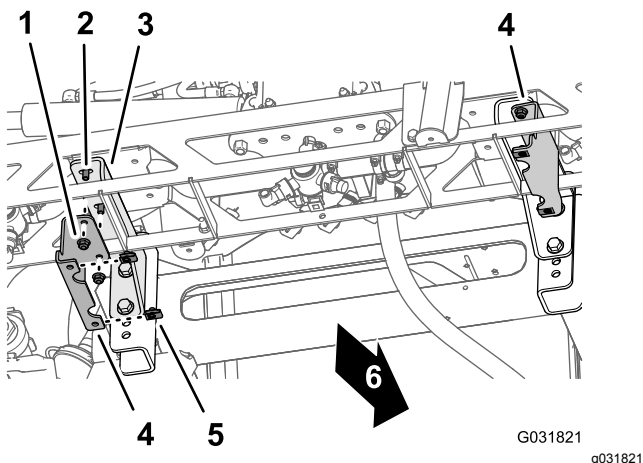

図 41
3. 左側カバーサポートブラケットをセンターブームの左側サポートブラケットに固定しているフランジロックナット3/8"2個を外し、カバーサポートブラケットを取り外す 図 41。
4. センターブームの左側サポートブラケットのフランジヘッドボルト3/8 x 1"2本に、フランジロックナット3/8"を取り付けて 図 41、3745N・m3.74.6kg.m = 2733ft-lbにトルク締めする。
5. センターブームの右側にあるカバーサポートブラケットとサポートブラケットについてもステップ 34 の作業を行う 図 41。
6. 左右のカバーサポートブラケットから、クリップナットを取り外す 図 41。